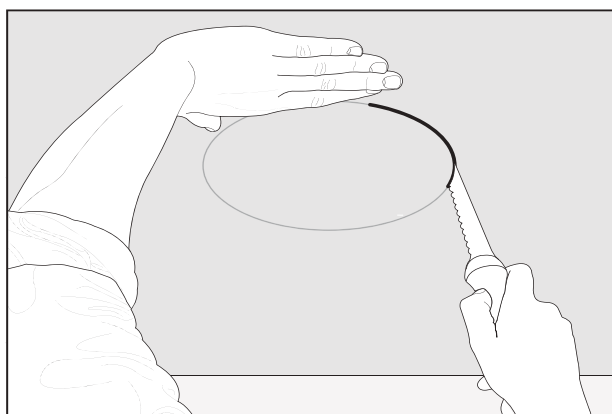

Fig. 5b
4. テンプレートを外し、ドライウォールナイフで開口部を切り取ります。(Figs. 5b & 6b).